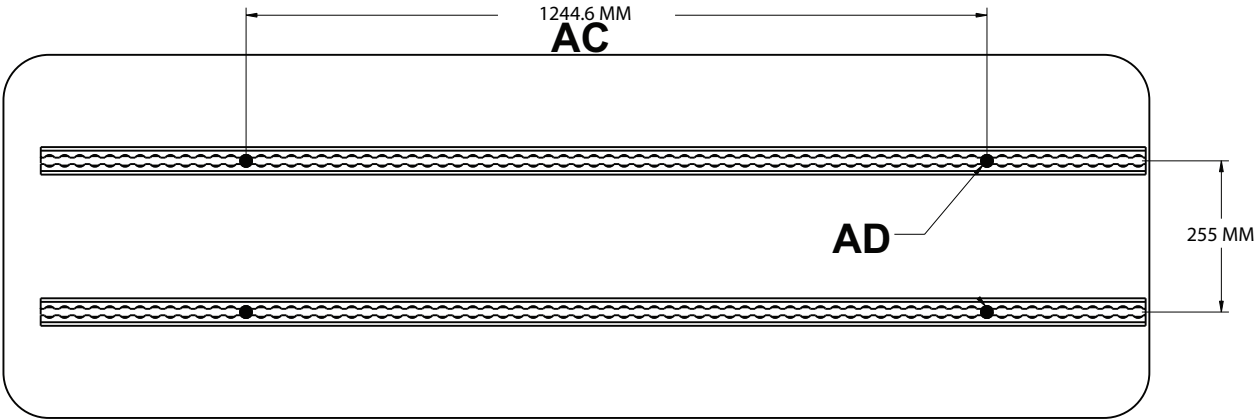
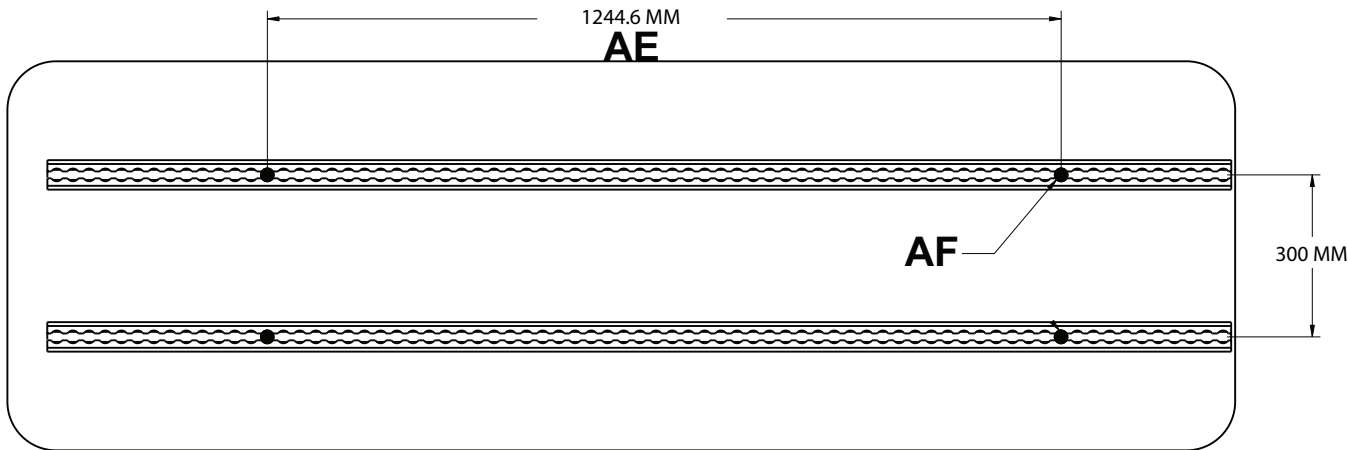

Figura 10 – Posizioni per l'installazione delle piste a pavimento
Figura 11 – Posizioni per l'installazione delle piste a pavimento
4. Identificare la posizione del dispositivo di ancoraggio per il lato piedi e del dispositivo di ancoraggio per il lato testa da Figura 10 per il modello 6386 e da Figura 11 per il modello 6387.
4. Identificare la posizione del dispositivo di ancoraggio per il lato piedi e del dispositivo di ancoraggio per il lato testa da Figura 10 per il modello 6388 e da Figura 11 per il modello 6389.
2. Usando le dimensioni illustrate nella Figura 10, individuare i punti in cui verranno fissate le piste a pavimento.
2. Usando le dimensioni illustrate nella Figura 11, individuare i punti in cui verranno fissate le piste a pavimento.